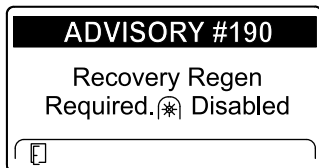

Figura 57
- É necessária uma regeneração de recuperação – tomada de força desativada AVISO N.º 190 (Figura 57)